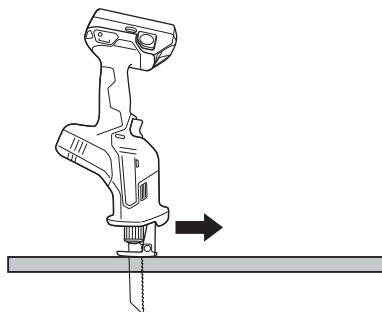

Fig. 26
- (3) Apriete por completo y avance lentamente la sierra. (Fig. 26).